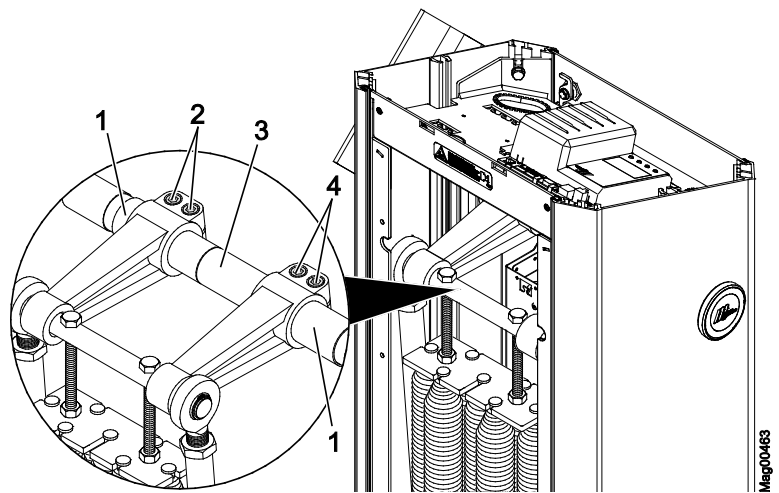

Abb. 33: Innensechskantschrauben lösen – Access XXL
- Access XXL: Siehe Seite 75, Abb. 33.